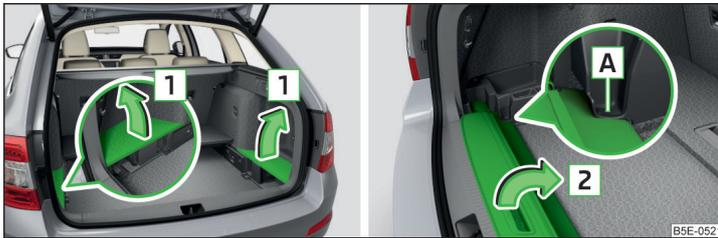

Abb. 118 Seitenabdeckungen herausnehmen / Aufrollbare Gepäckraumabdeckung verstauen
- Die Seitenabdeckungen in Richtung der Pfeile **1** herausnehmen » Abb. 118.